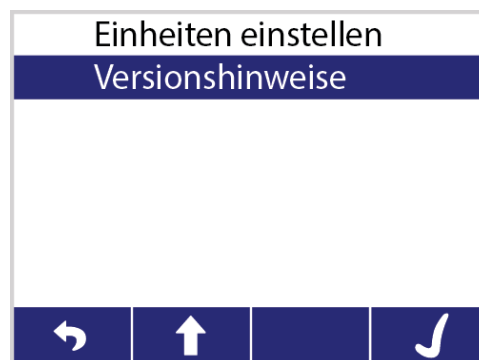

Abbildung 55: Auswählen der Menüoption Versionshinweise
2. Durch Drücken der **Abwärtspfeil**-Bildschirmtaste **Versionshinweise** auswählen (Abbildung 55). Die zum Häkchen gehörige Bildschirmtaste drücken.